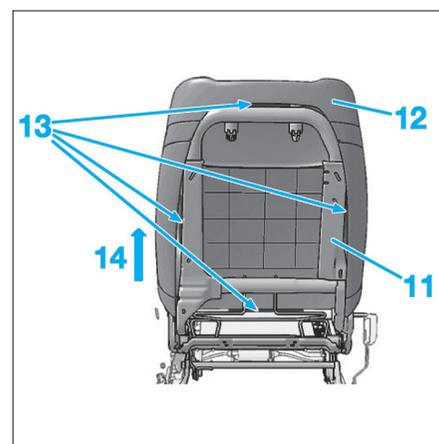

Fig. 13
- la sangle de maintien de dossier (9),
- la sangle de déploiement du coussin gonflable latéral (10).
- Dégrafer les verrouillages de la coiffe de dossier (12) de l'armature de siège (11) en (13) à l'aide d'un tournevis (Fig.13).